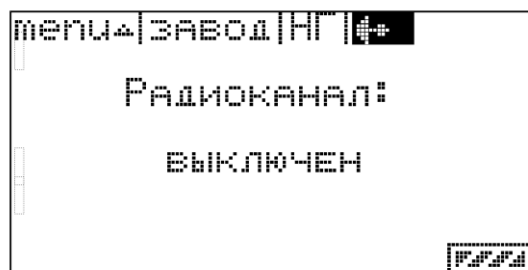

Рисунок 7
- а) нажать на кнопку «menu» (8), на индикаторе отобразится меню «Набор частот».
- б) Дважды нажать на кнопку энкодера (10), на индикаторе отобразится меню «Радиоканал» (Рисунок 7).
- в) С помощью ручки энкодера (10) в режиме включения радиоканала выбрать необходимый пункт.
- г) Для подтверждения выбора и выхода из режима нажать кнопку «menu» (8).